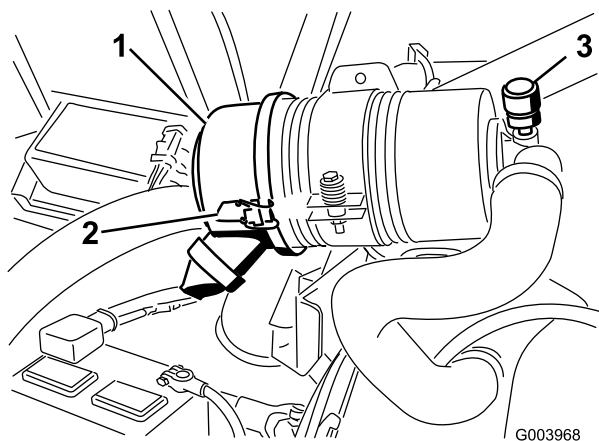

図 52
エアクリーナのフィルタの整備は、インジケータ 図 52 が赤色になってから行ってください。早めに整備を行っても意味がありません。むしろフィルタを外したときにエンジン内部に異物を入れてしまう危険が大きくなります。
1. エアクリーナのカバーをボディーに固定しているラッチを外す 図 52。